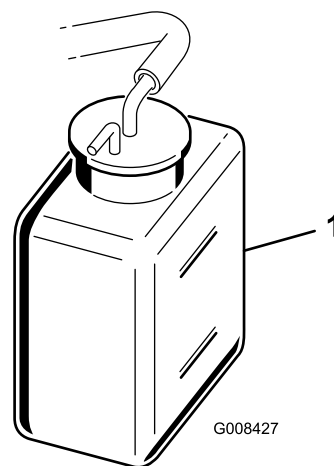

Figura 24
2. Verifique o nível do líquido de arrefecimento (Figura 24).